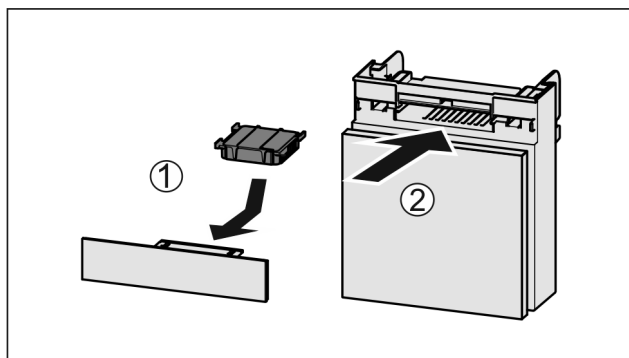

Fig. 200
- Umetnite filtarski s aktivnim ugljenom kao što je prikazano na slici Fig. 200 (1).
- Umetnite pretinac Fig. 200 (2).